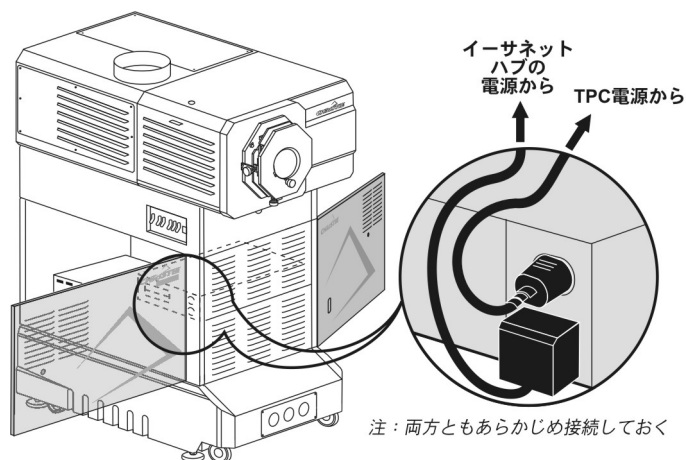

図 2-8 TPC およびイーサネットハブのハブへの接続を確認する
6. **専用コンセントの確認：** ペデスタル内部で、イーサネットおよび TPC 用の電源供給が両者ともに、「専用」コンセントとして知られている前面ペデスタル隅にある単一の内部コンセントに接続されていることを確認します（図 2-8）。その他の構成部品や外部装置をこの部分に接続するべきではありません。